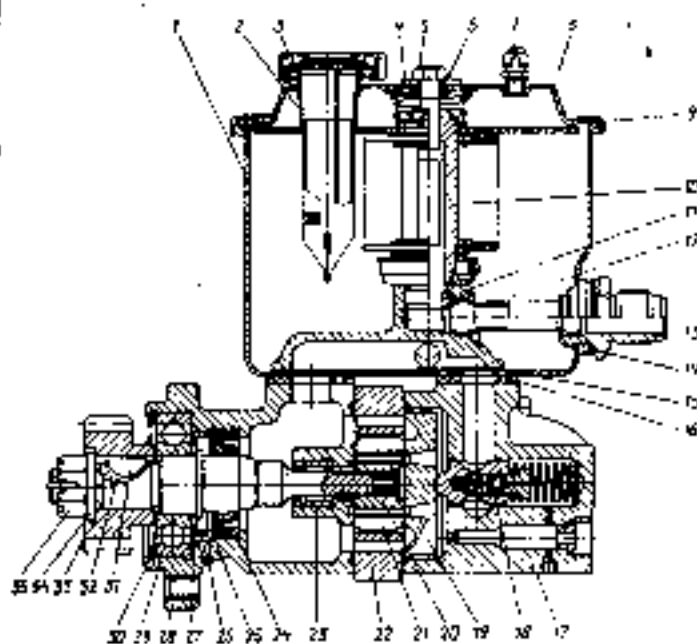

Bild 99. Pumpe der Servolenkung:
Die Pumpe der Servolenkung stellt eine doppelwirkende Schaufelpumpe dar (Bild 99). Beim Drehen der Pumpenwelle werden die Schaufeln unter Einwirkung der Fliehkräfte und des Oldruckes gegen die krummlinige Fläche des Stators gedrückt.
5. Den Deckel 8 (s. Bild 99), das Filter 2 abbauen und spülen.